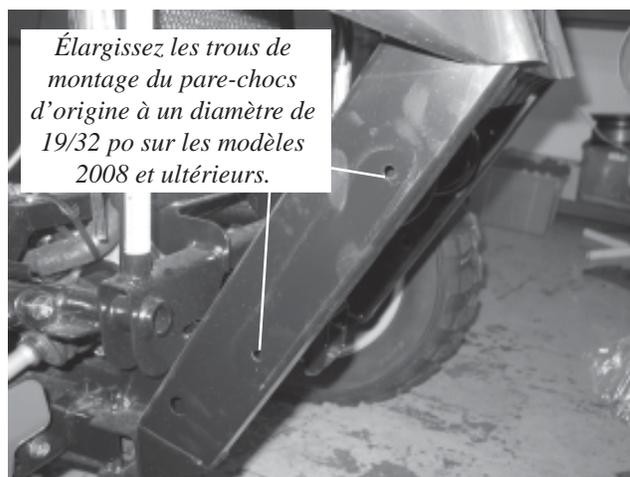

Figure 4
3. Pour les modèles 2008 et ultérieurs, il faut élargir à un diamètre de 19/32 po les trous de montage du pare-chocs d'origine de 8 mm situés dans les coursiers du cadre. Voir la figure 4. Servez-vous du trou existant pour élargir les trous à un diamètre de 19/32 po, à travers l'extérieur et l'intérieur du coursier, sur les coursiers de cadre droit et gauche. Nettoyez les bavures des trous après le perçage.